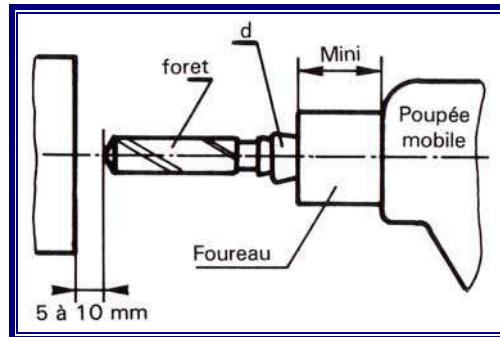

Figure 3
- Monter le cône du foret ou du mandrin directement ou par l'intermédiaire de douille de réduction  $d$  (fig. 3) dans le fourreau.